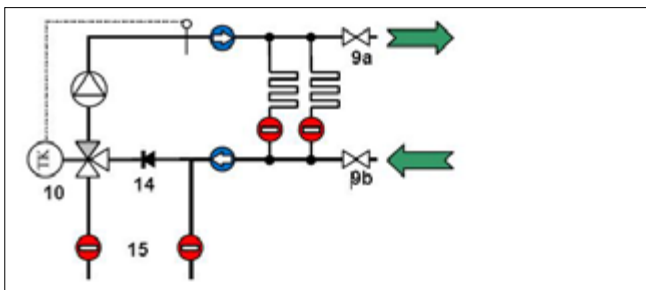

Fig. 8-3
2. Fermer les vannes à boisseau sphérique (15).
5. brancher le flexible de remplissage sur la vanne de remplissage et de purge du circuit de retour (9b, Fig. 8-3) et le tuyau de purge sur la vanne de remplissage et de purge du circuit d'alimentation (9a, Fig. 8-3).